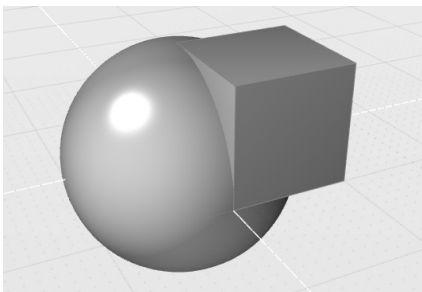

图 2-75 打开练习文件
1) 打开练习（2.4.3）文件，该文件中包含两个对象：一个球体和一个立方体，如图 2-75 所示。